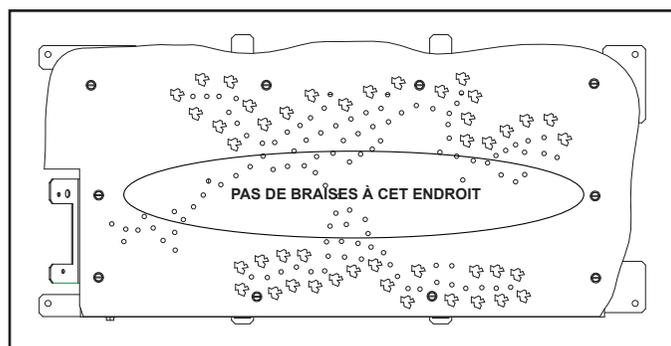

Figure 11.23 Disposition des braises
- Placez les morceaux de braise Glowing Embers® de la taille d'un dix sous immédiatement devant la tige des orifices mais pas sur ou entre les orifices. Voir la figure 11.23. Les braises doivent être placées à côté des orifices du brûleur. Faites attention de ne pas recouvrir les orifices. Le non-respect de ces instructions peut entraîner des problèmes d'allumage et de suie.